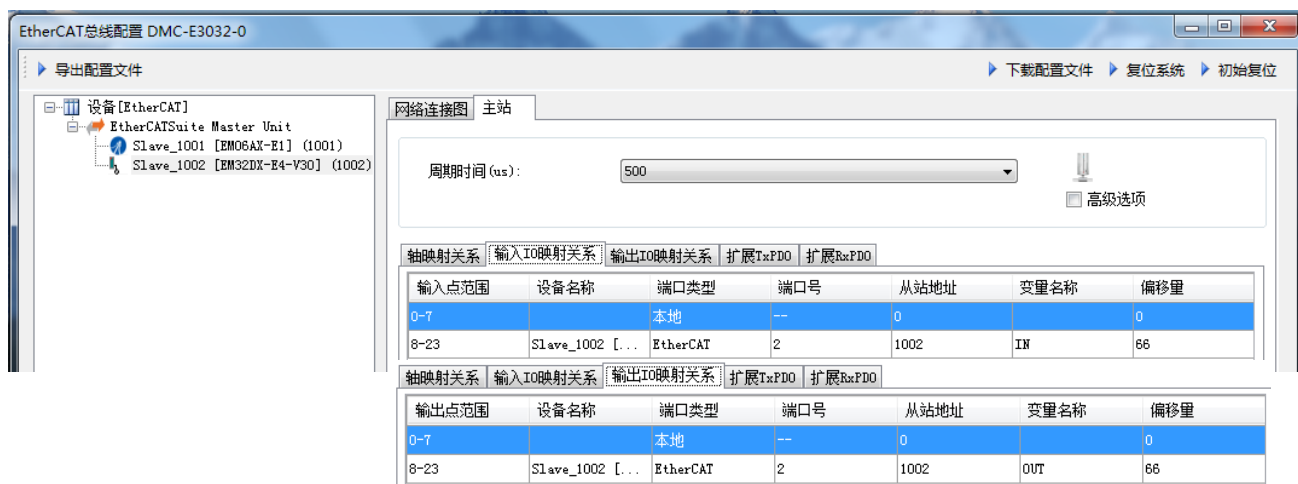

图 6.2. EM32DX-E4 模块 IO 信号的映射关系
4. EM32DX-E4 模块的输入信号 In、输出信号 Out 的编号是接着 DMC-E3032 运动控制卡上的 IO 信号继续往后排列。即：输入信号为 In8~IN23，输出信号为 Out8~Out23。如图 6.2 所示。